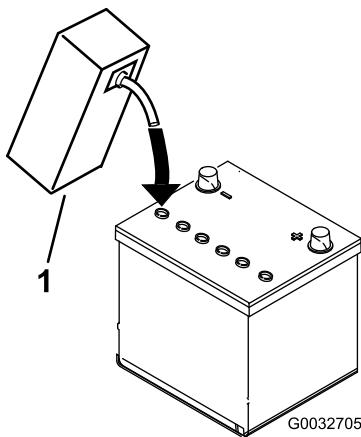

図 7
- 各セルの電極板が液面下 6mm程度に水没するまで、電解液を慎重に入れる 図 7。
4. 電極板が液を吸収するまで2030分間程度待つ。必要に応じて、電極板が 6mm程度水没するぐらいに電解液を補充する図 7。